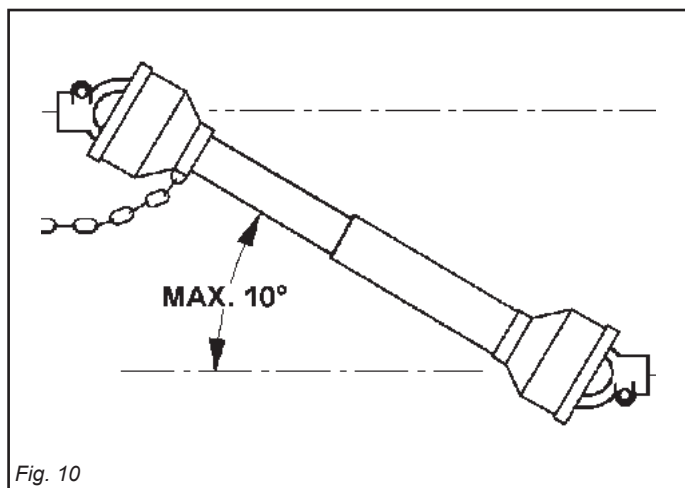

Fig. 10
- 43) Decuplați întotdeauna priza de forță, când arborele cardanic face un unghi foarte deschis (dar nu mai mult de 10 grade - Fig. 10) și când nu este folosită.